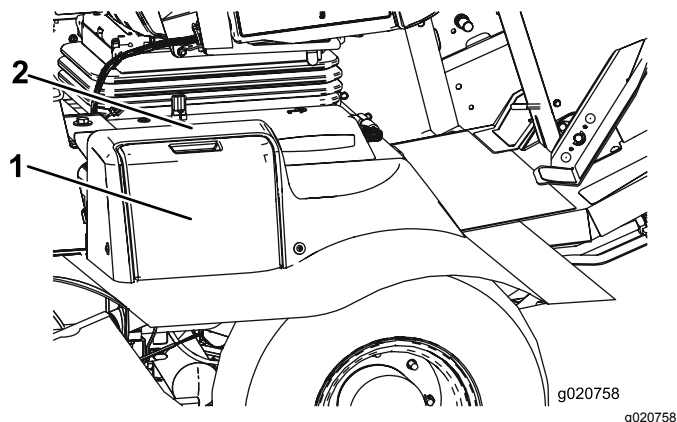

Figura 61
1. Aprite il coperchio della batteria sul lato della copertura (Figura 61).
Nota: Premete sulla superficie piatta sopra il coperchio della batteria per facilitare la rimozione del coperchio (Figura 61).